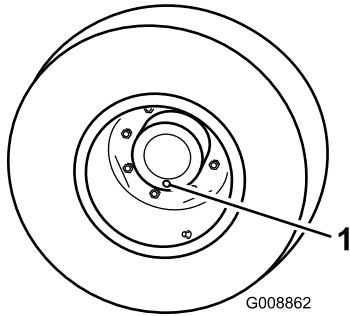

Figura 82
1. Con la máquina en una superficie nivelada, coloque una rueda de manera que uno de los tapones de verificación esté en la posición más baja (posición de las 6) (Figura 82).